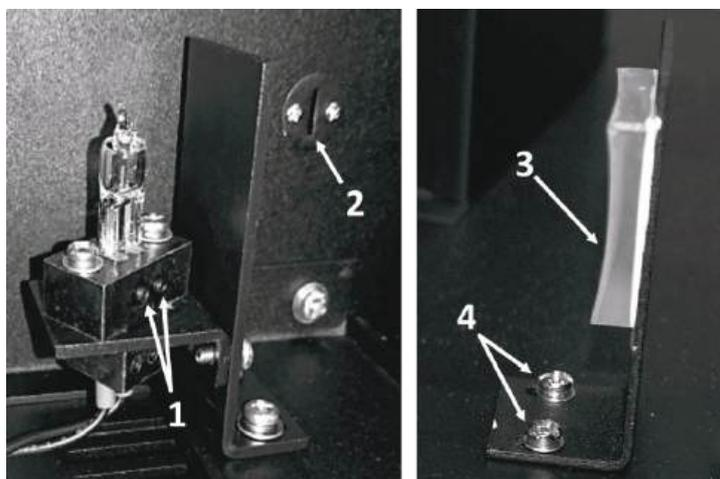

Рисунок 7 - Замена галогенной лампы.
- 9.1.6. С помощью Г-образного шестигранного ключа из комплекта поставки ослабить два стопорных винта (поз. 1, Рисунок 7), фиксирующие выводы лампы в держателе, и извлечь лампу.
- 9.1.8. Включить питание прибора и убедиться в том, что изображение нити накала лампы точно проецируется на входную щель монохроматора (поз. 2, Рисунок 7).
- 9.1.9. Если это не так, отрегулировать положение зеркала осветителя (поз. 3, Рисунок 7), ослабив 2 винта крепления зеркала к основанию (поз. 4, Рисунок 7).